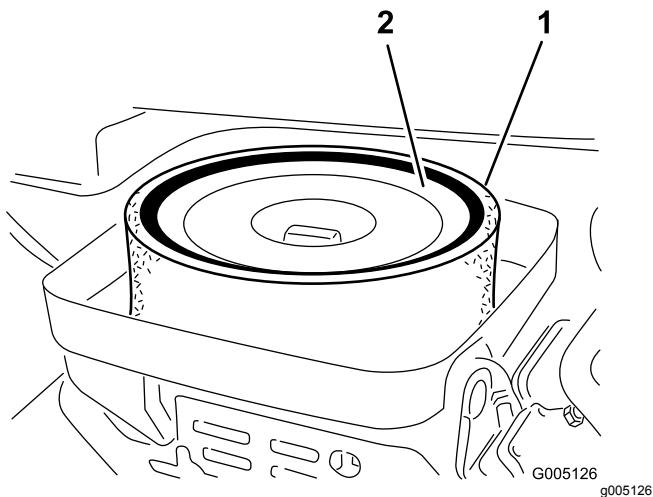

Bild 28
3. Entfernen Sie die Flügelmutter, mit der die Einsätze am Luftfiltergehäuse befestigt sind (Bild 28).
4. Nehmen Sie einen verschmutzten Schaumeinsatz vorsichtig vom Papiereinsatz ab (Bild 28). Reinigen Sie ihn gründlich wie folgt: